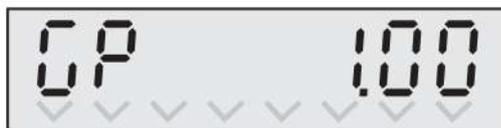

Рис. 2.31 – Вес импульса
2.16.5.7 Коэффициент преобразования счётчика газа (при рабочих условиях) задаётся числом единиц объёма (м^3) приходящихся на один импульс счётчика газа (рис. 2.31). Изменения выполняются с помощью кнопок  и . Каждое нажатие на кнопки производит увеличение или уменьшение коэффициента преобразования в 10 раз. Диапазон изменения коэффициента преобразования — от 0.01 до 100 $\text{м}^3/\text{имп}$. Необходимо установить такую же величину данного параметра, как и вес импульса УПР.